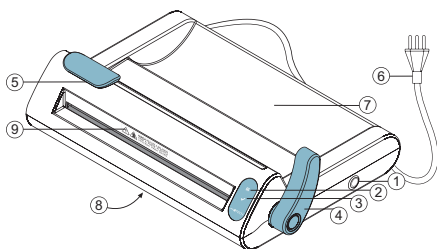

Fig. 1
- La thermosoudeuse peut fonctionner sur 127V et 220V, comme indiqué sur l'étiquette d'identification, au dos de l'appareil (Fig. 1).
- 1 Branchez la soudeuse et appuyez sur le bouton Marche/Arrêt jusqu'à ce qu'un bip sonore retentisse pour mettre l'équipement en marche, 3 bips sonores retentissent alors et la LED  se met à clignoter, indiquant la phase de chauffe. Lorsque la température de soudage est atteinte (trois minutes environ avec la poignée relevée, Fig.1), 2 bips sonores se font entendre et la LED  s'allume, indiquant que la soudeuse est prête à être utilisée.
- 2 Insérez le bout de la gaine de stérilisation par la fente d'entrée, toujours avec le côté papier vers le bas et le plastique vers le haut, tirez par l'autre côté et placez le rouleau sur le porte-rouleau (Fig. 1). Tirez sur le papier pour le souder à la taille souhaitée.